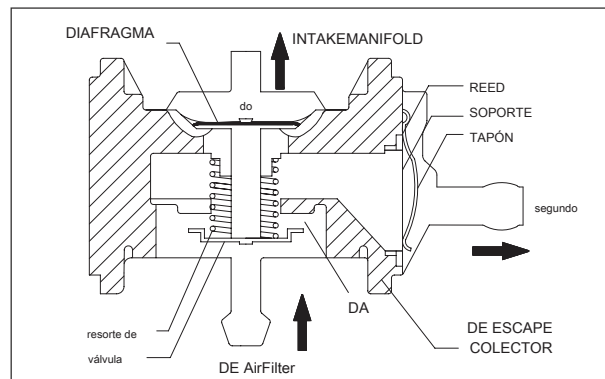

Fig. 4.35
El aire limpio desde el conjunto de filtro de aire es pasado a través del orificio de entrada (A). La salida (B) que tiene una válvula de láminas conectado a colector de escape. Otra línea de colector de admisión está conectado a la cámara (C). El puerto (D) tiene un pequeño orificio que los otros puertos. El aire fresco y filtrado pasa desde el puerto (A) al puerto (B) a través de este orificio. Cuando hay una succión en la cámara (C) el diafragma es pul llevó hacia arriba, el cierre de la válvula en el puerto (D). El flujo de aire desde el puerto (A) a (B) se detiene. Dependiendo de la cantidad de vacío creado en el colector de admisión, se controla la cantidad de flujo de aire desde por t (A) a (B). (Fig. 4.35)